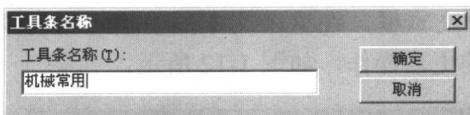

图 1-9 新建工具栏
**新建工具栏：**单击【新建】按钮，弹出如图 1-9 所示的对话框，在文本框中输入新建工具栏的名称，单击【确定】按钮，即可创建一个新的工具栏。